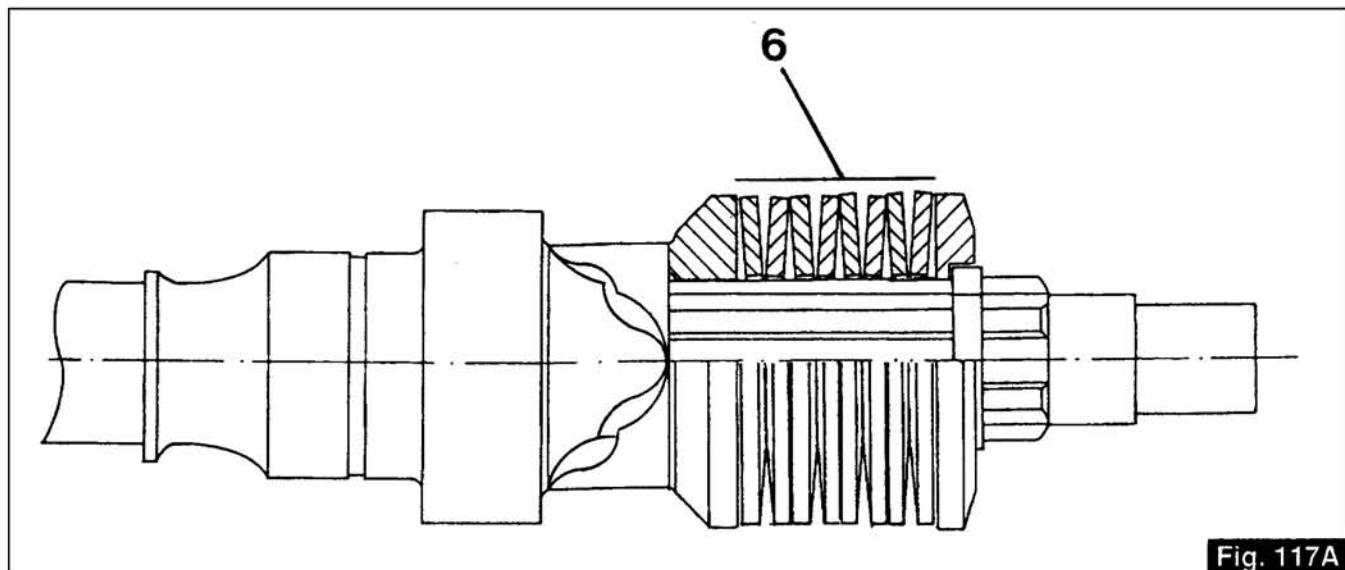

Fig. 117A
N.B.: La fig.117A Indique la bonne position de montage des ressorts Belleville pos. 6.
ANM.: In der Abb. 117A ist die richtige Einbaulage der Tellerfedern Pos. 6 dargestellt.